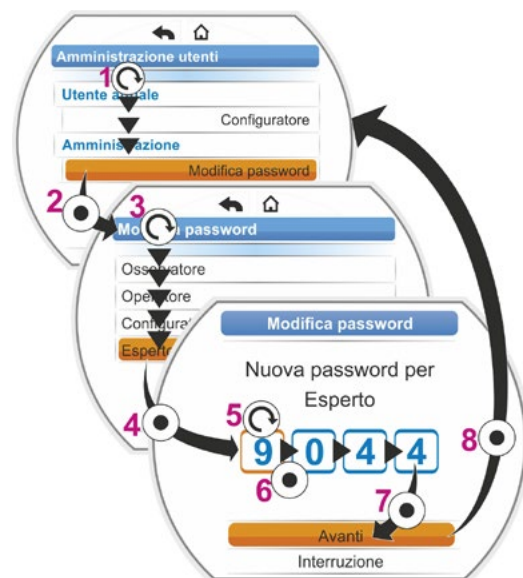

Fig. 2: Assegnazione dei diritti di accesso
2. Evidenziare in arancione la voce del menu "Modifica password" (fig. 2, pos. 1), selezionandola.
3. Confermare la selezione (fig. 2, pos. 2).